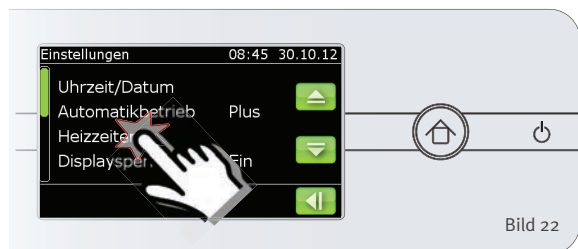

Bild 22
1. Wählen Sie im Hauptmenü Einstellungen → Heizzeiten (Bild 22)
2. Wählen Sie im Hauptmenü Einstellungen → Servicecode (Bild 22)